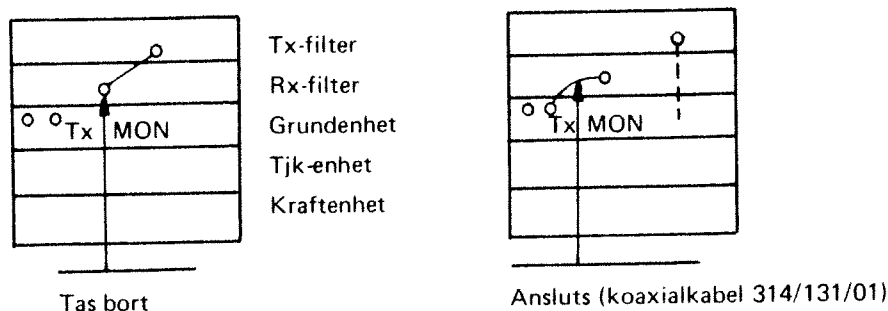

Bild 2. Anslutning för looptest
- Ta bort koaxialkabeln från mottagarfiltrets "ingångsdon" se bild 2.
- Anslut koaxialkabeln (314/131/01) för looptest. Kabeln ansluts mellan anslutningsdonet TX MON på grundenheten och ingången på mottagarfiltret, se bild 2.